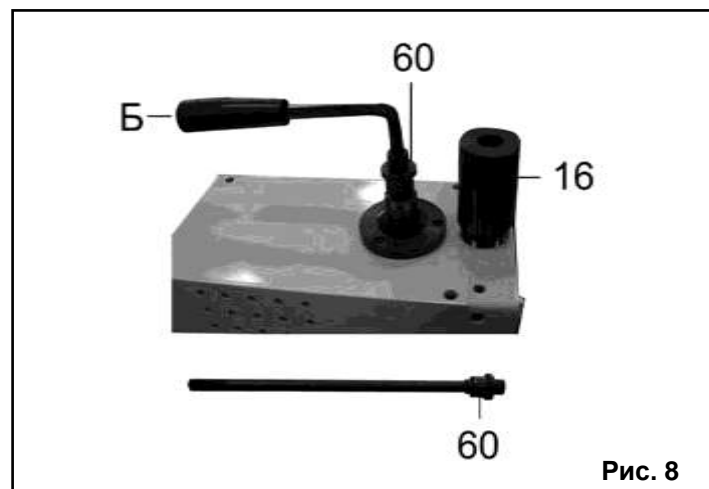

Рис. 8
11. ДОПОЛНИТЕЛЬНОЕ ОБОРУДОВАНИЕ И ПРИСПОСОБЛЕНИЯ (Рис. 8)
11.1. Установка цанги, фрезы, сверла с конусным хвостовиком, сверлильного или цангового патрона (Рис. 8, 9)